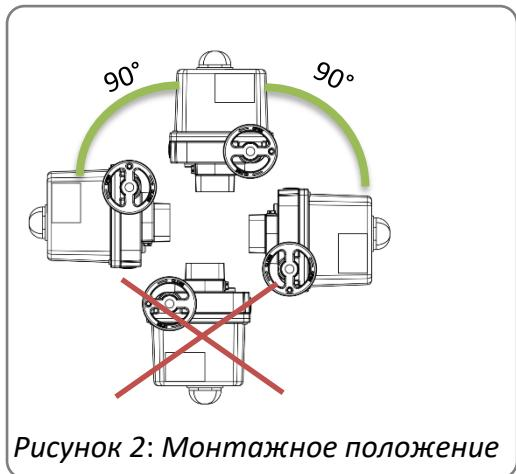

Рисунок 2: Монтажное положение
- Монтажное положение может быть любым. Исключение составляет конструкция с «крышкой снизу» (рис. 2).